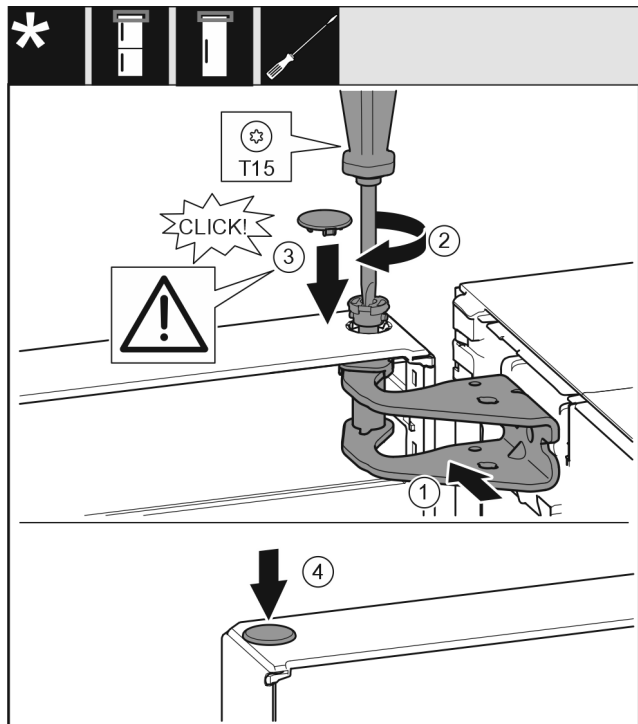

Fig. 20
- Rett ut døren øverst mot åpningen i lagerbukken. Fig. 20 (1)
- Sett inn bolten, og skru den fast med skrutrekker T15. Fig. 20 (2)
- Montere sikringsdekselet for å sikre døren: Sett inn sikringsdekselet, og kontroller at det ligger på døren. Ellers settes bolten helt inn. *Fig. 20 (3)*
- Sett inn proppen. *Fig. 20 (4)*